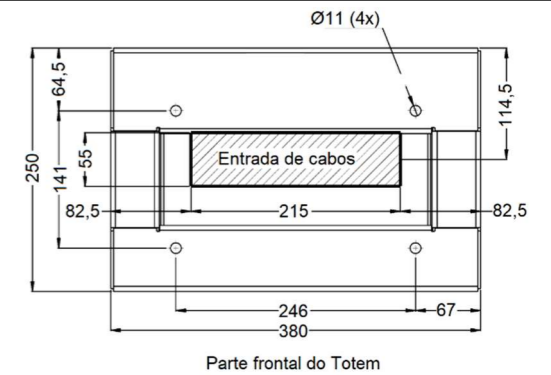

Figura 4.5- Passagem dos cabos
Para a fixação da base deverão ser utilizados quatro (04) chumbadores (3/8" x 3.3/4") que acompanham o produto. Os pontos de fixação são mostrados na Figura 4.5, a área destacada corresponde a posição da entrada dos eletrodutos dos cabos de alimentação, interligação e rede Ethernet cabeada.